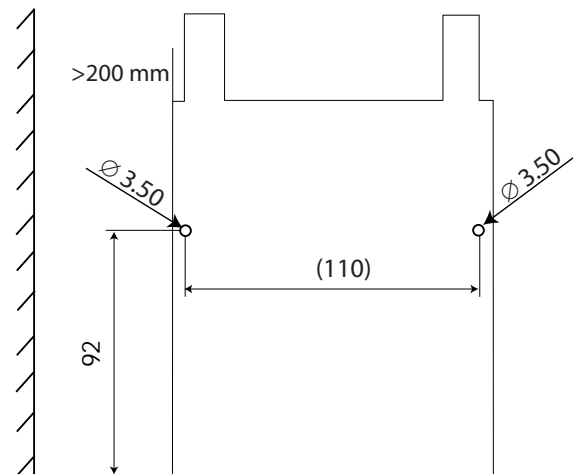

Fig. 1.b
2. Die Halterung mit den zwei im Lieferumfang enthaltenen M4x12-Schrauben (Fig. 1.c) fixieren und ihre horizontale Lage mit einer Wasserwaage überprüfen.